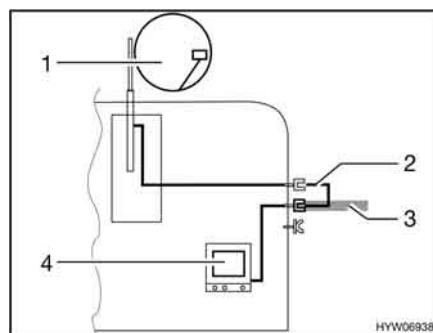

Fig. 83 TV nel veicolo
- TV nel veicolo (Fig. 83,4): Collegamento all'antenna del tetto (Fig. 83,1) con cavo di collegamento (Fig. 83,2)
- TV nel veicolo (Fig. 83,4): Collegamento a antenna esterna (Fig. 83,3)